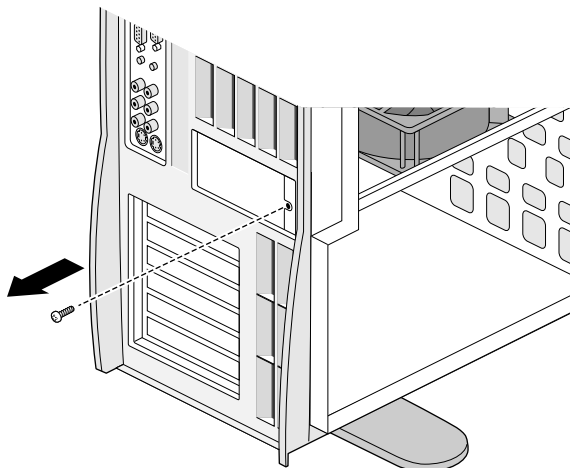

Figure 5-15 Repérage du panneau de protection de la carte Silicon Graphics SD1100
5. Placez-vous derrière le système et repérez le panneau de protection E/S de la carte SD1100, comme l'indique la Figure 5-15.